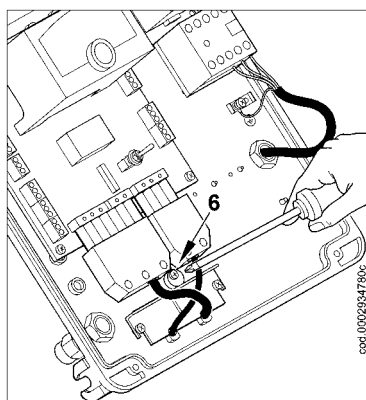

Figura 3
- 3) Riposizionare la piastrina stringicavi come da figura 3. Ruotare l'eccentrico (6) in modo che la piastrina eserciti una adeguata pressione sui due cavi, quindi stringere le viti che fissano la piastrina. Collegare infine le due spine a 7 e a 4 poli.